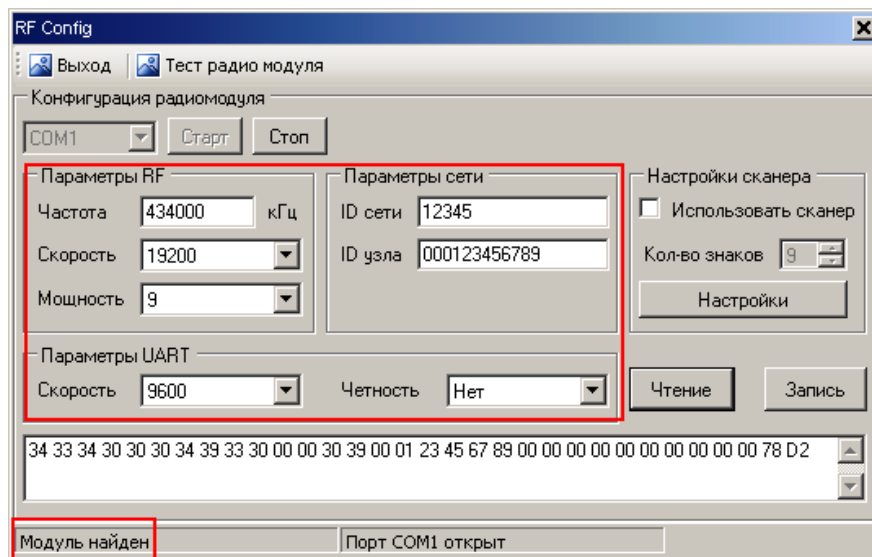

Рисунок 3.11 Технологическое ПО RadioTest
- 3.9.3 Запустить технологическое ПО RadioTest (рисунок 3.11).
3.9.5 Для установления соединения со счетчиком нажать кнопку «**Старт**» и подать питание на счетчик. Надпись «Модуль найден» в нижней части окна ПО RadioTest информирует об успешном соединении (см. рисунок 3.11). Если модуль не найден – снять и повторно подать питание на счетчик.